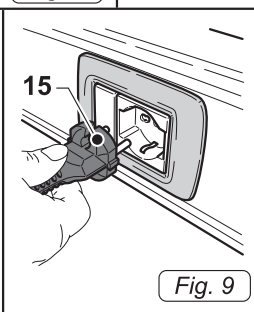

Fig. 12
- È possibile regolare la lunghezza del tubo telescopico (20 Fig. 12) agendo come segue:
- Per allungare il tubo premere con un dito verso il basso la ghiera (21 Fig. 12) e
contemporaneamente estrarre la parte superiore (22 Fig. 12) del tubo; raggiunta la lunghezza desiderata rilasciare la ghiera (21 Fig. 12) il tubo si bloccherà nella posizione di fermo più vicina;
- Per accorciare il tubo telescopico, con una mano spingere verso il basso la ghiera (21 Fig. 12) e con l'altra mano rinsertire il tubo superiore (22 Fig. 12) nel fodero inferiore (23 Fig. 12).